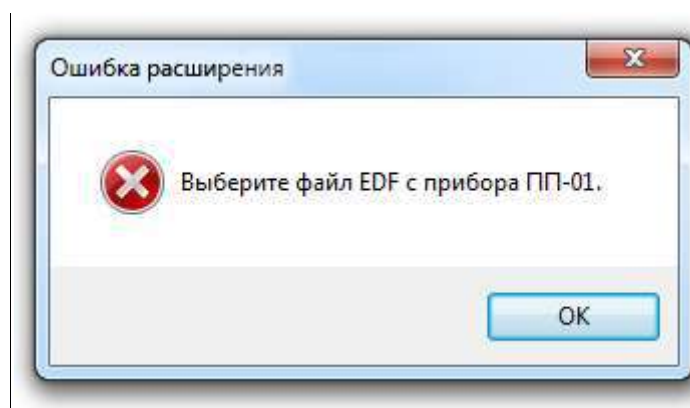

Рисунок 3.11 – Ошибка расширения
3.5.5.3 Программа предназначена для чтения и корректировки файлов только с расширением ".edf". При попытке открытия файла с иным расширением отобразится ошибка (рисунок 3.11).